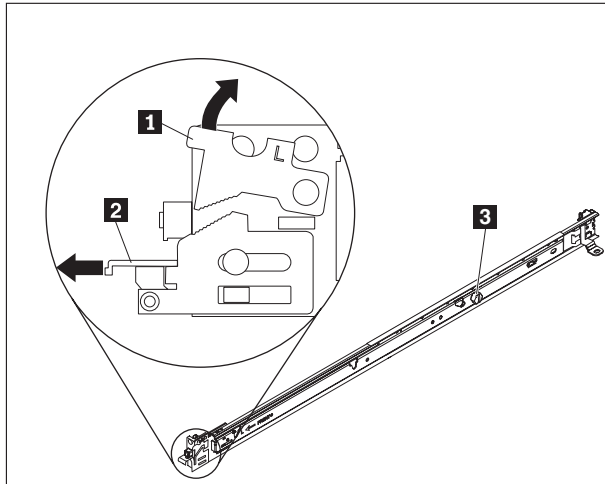

Abbildung 6. Ansicht der Schienen
1. Öffnen Sie die vorderen Schienenverriegelungen, wie in Abb. 6 auf Seite 18 dargestellt.